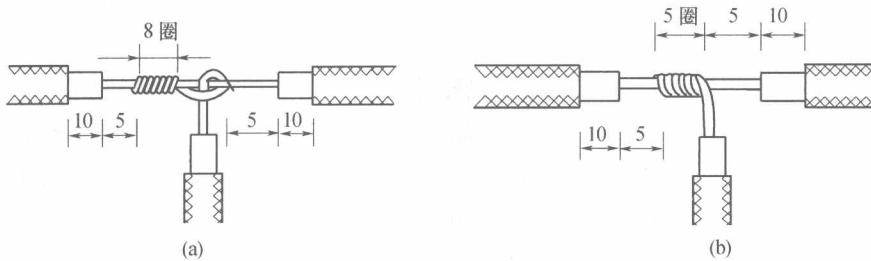

图 1-27 单股铜芯线的 T 字形分支连接
② 单股铜芯线的 T 字形分支连接,如图 1-27 所示。连接步骤如下:
a. 将支线芯线的线头与干线芯线十字相交,在干线芯线根部留出 3mm~5mm;b. 按顺时针方向缠绕支路芯线,缠绕 6 圈~8 圈后,用钢丝钳切去余下的芯线,并钳平芯线末端。如果连接导线的截面较大,两芯线交叉后直接在干线上紧密绕 8 圈即可,如图 1-27(a)所示;对于小截面的芯线可以不用打结,如图 1-27(b)所示。